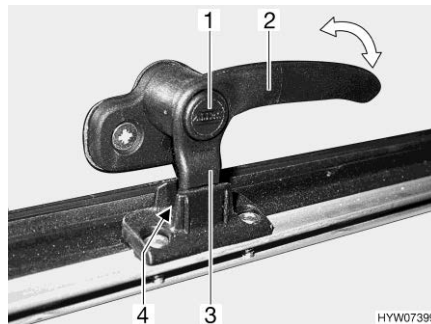
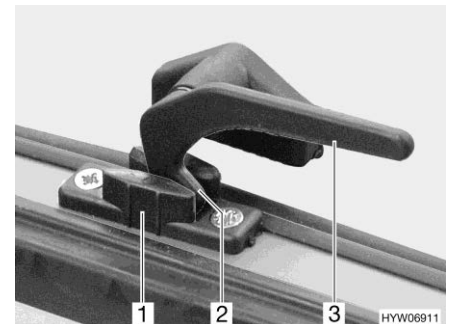

Fig. 120 Levier de verrouillage avec bouton de sécurité en position "Aération permanente"
Fig. 121 Levier de verrouillage en position "Aération permanente"
- En position "Aération permanente" (Fig. 120 et Fig. 121)
- S'il existe, appuyer sur le bouton de sécurité (Fig. 120,1) et le maintenir enfoncé.
- Tourner tous les leviers de verrouillage (Fig. 120,2 ou Fig. 121,3) d'un quart de tour vers le centre du lanterneau.
- Remettre tous les leviers de verrouillage en position initiale. Le tenon de verrouillage (Fig. 120,3 ou Fig. 121,2) doit pénétrer dans le logement du verrouillage du lanterneau (Fig. 120,4 ou Fig. 121,1).